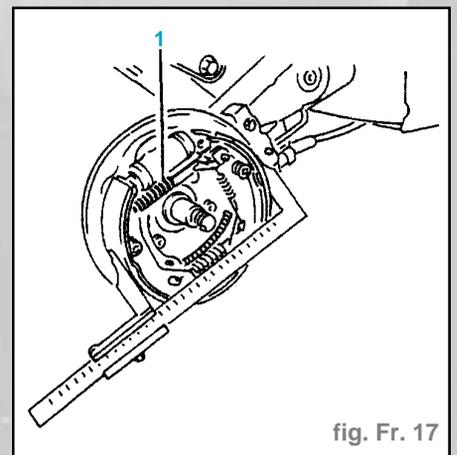

fig. Fr. 17
- Agir sur la molette pour obtenir un diamètre $D = 177 \text{ mm}$ (fig. Fr. 17).